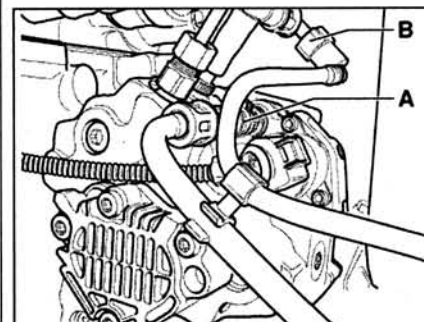

Рис. 2.33. Отсоедините нагнетающий А и сливной В топливопроводы от топливного насоса.
17. Отсоедините нагнетающий А и сливной В топливопроводы от топливного насоса (рис. 2.33).